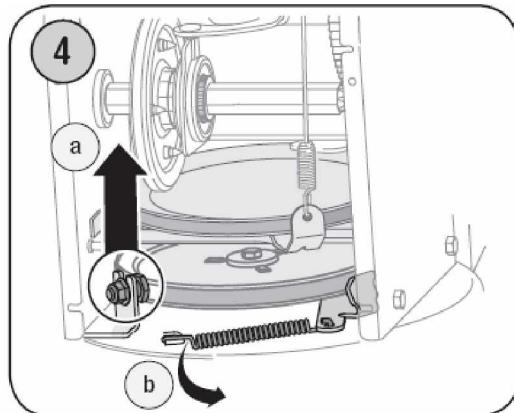

Рис. 25.
3. При включенном приводе колес, фрикционный диск должен соприкасаться с приводным шкивом. См. Рис. 25.
2. Шестерни: Один раз в сезон смажьте шестерни небольшим количеством масла. Запрещается нанесение на шестерни смазки. См. Рис. 25.